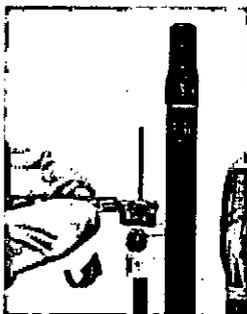

Figura 78
21. Afloje el (los) tornillo (s) del transportador sujetando los tubos de inserción restantes. (Ver Figura 78)